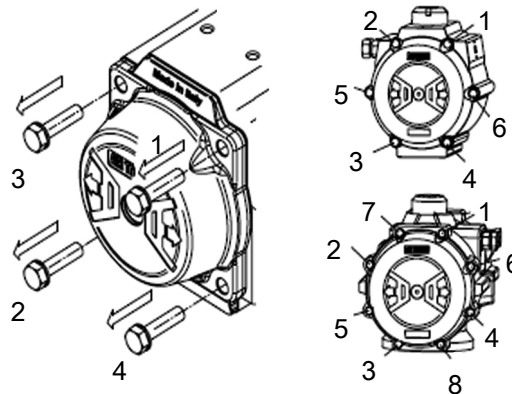

Abb. 9: Deckeldemontage
- ▶ Die Deckelschrauben (Pos. 13) einsetzen und nach der Reihenfolge anziehen (siehe Bild 9).